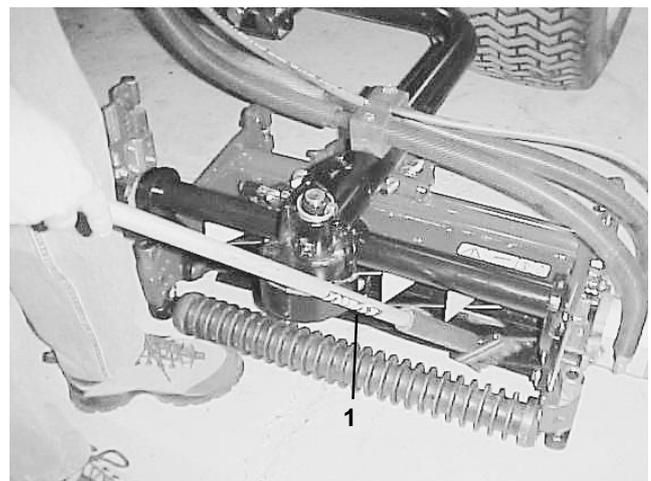

Bild 26
8. Tragen Sie Schleifmittel mit einer Bürste mit langem Stiel (TORO Bestell-Nr. 29-9100) auf. Verwenden Sie nie Bürsten mit kurzem Stiel (Bild 26).
Jedes Schneidwerk hat (7) Schmiernippel (Bild 26), die regelmäßig mit Nr. 2 Allzweckfett auf Lithiumbasis eingefettet werden müssen.